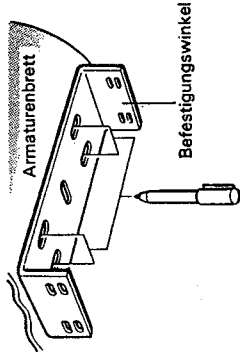

Abb. 3
1. Nachdem der Einbauort festgelegt ist, mit einem Filzstift die Stellen markieren, an denen Öffnungen eingeschnitten werden sollen. (Abb. 3)